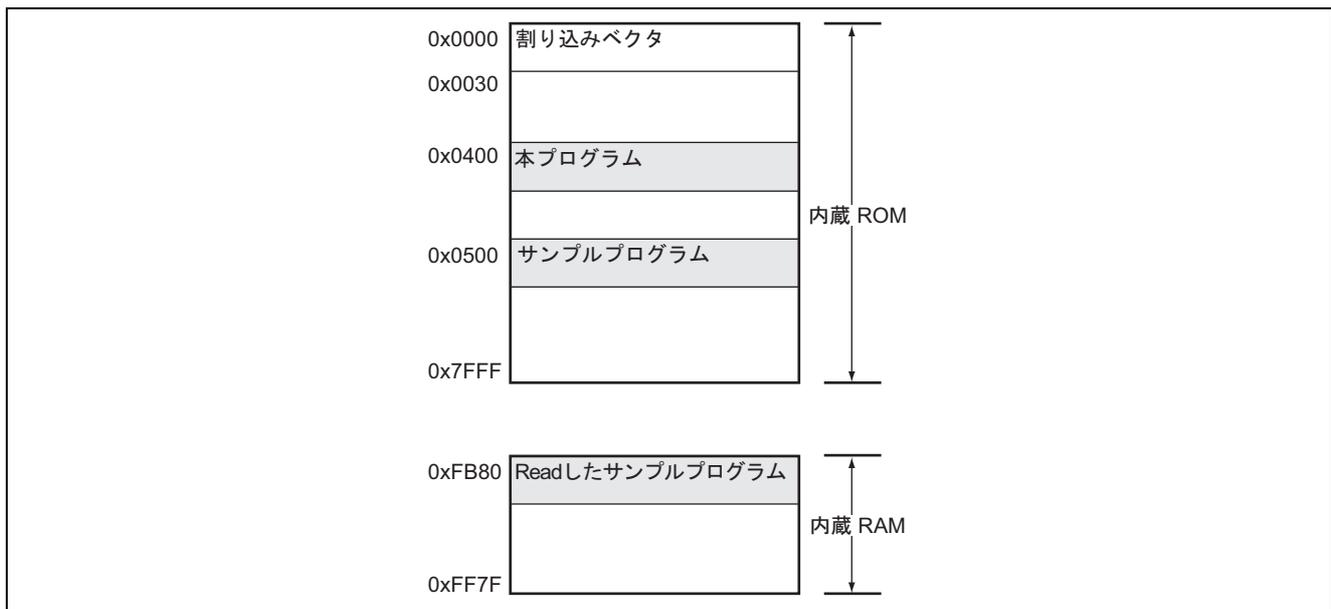

図 14 本タスク例で使用する H8/38024 のメモリマップ
(4) 本タスク例で使用している H8/38024 のメモリマップを図14 に示します。